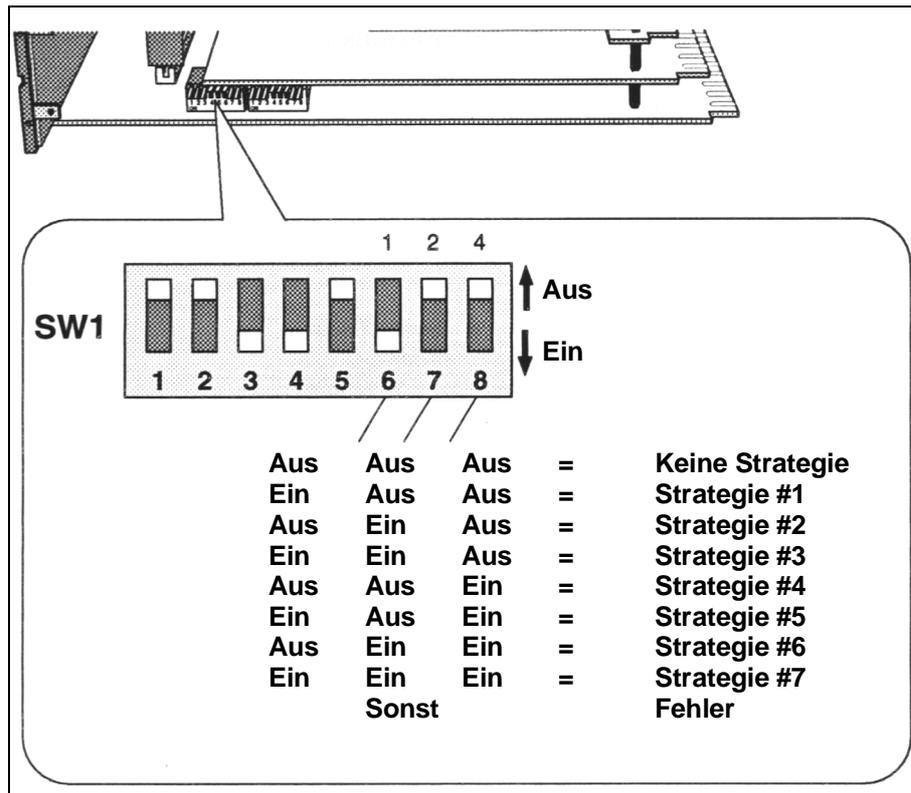

Bild 5-1 Schalterstellungen zur Strategieauswahl
Wird über die DIL-Schalter die Standardstrategie #n angewählt, wird die eingebrachte eigene Strategie geladen und ausgeführt. Die DIL-Schalterstellungen sind in Bild 5-1 angegeben. Der T640 benutzt stets die Datenbasen, die im EEPROM vorhanden sind.
- 3.) Entfernen sie den T640 aus seinem Gestell (Achten sie dabei auf die nötigen Schutzmaßnahmen!) und schalten Sie die Schalter 6,7 und 8 der Schalterbank I nach der gewünschten Strategie Nummer. (Bild 5-1 zeigt die Schalteranordnung und ihre Funktionen)